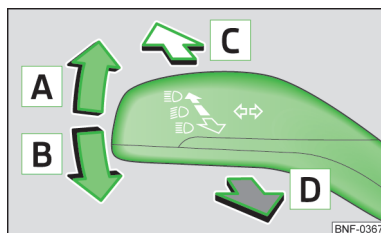

Fig. 24
- Apăsăți înspre înainte maneta pentru aprinderea fazei lungi » fig. 24 la pagina 31.
- Apăsăți maneta » fig. 24 în sus , respectiv în jos .
- Apăsăți maneta » fig. 24 înspre în față, în sensul săgeții .
➤ Trageți maneta spre volan (poziție amortizată) în sensul săgeții **D** » fig. 24 - se aprinde lumina de drum și lampa de control de pe panoul de bord.